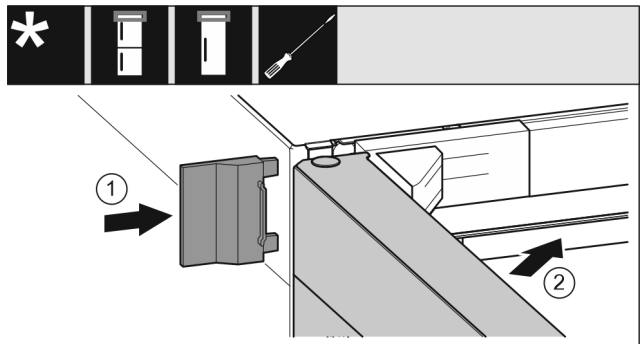

Fig. 64
- ▶ Tolja fel a külső fedelet Fig. 64 (1).
- ▶ Csukja be a felső ajtót Fig. 64 (2).